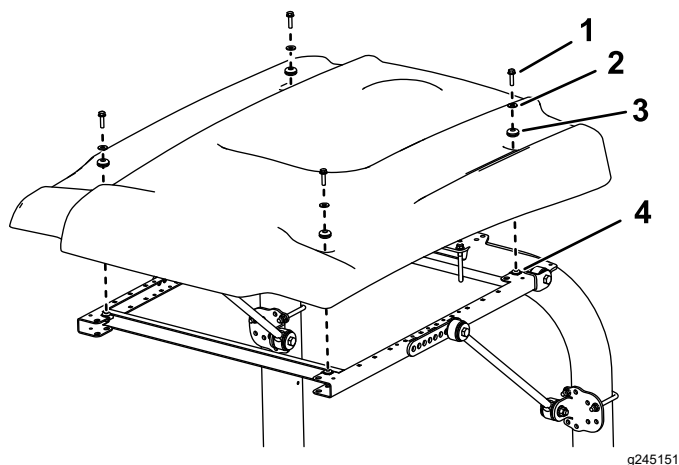

Figura 45
9. Alinee los taladros de montaje y posicione el toldo sobre el bastidor, según se muestra en Figura 45.
10. Sujete provisionalmente cada esquina del toldo al bastidor con un perno con arandela prensada (5/16" x 1¼"), una arandela pequeña y un anillo de goma (Figura 45).